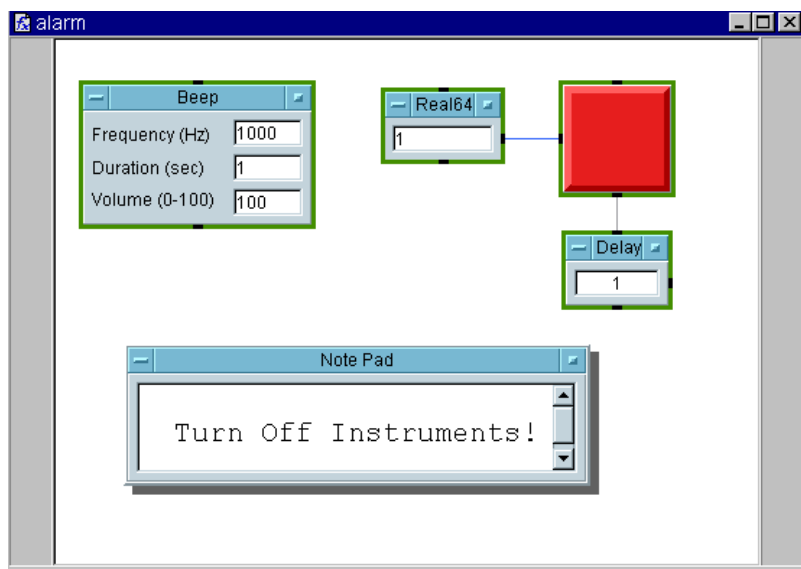

図 8-23. UserFunction alarm (詳細ビュー)
7. メイン・ウィンドウに行きます。[Device] ⇒ [Call] をクリックしてから、Call のオブジェクト・メニューで [Select Function] を選択し、[alarm] を選択します。プログラムを実行してテストします。UserFunction alarm の詳細ビューは図 8-23 のように表示されます。